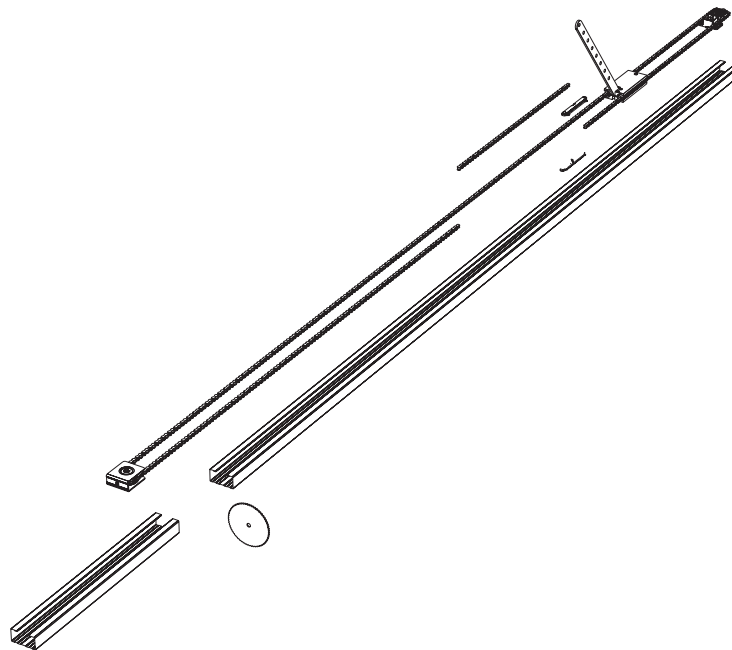

Рис. 5
6. Обріжте напрямну й укоротіть ланцюг відповідно до потрібних розмірів (рис. 5).